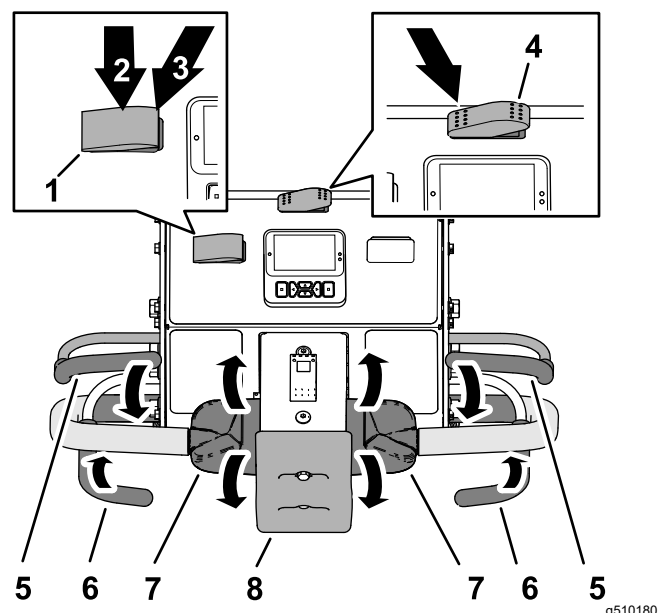

Figure 75
1. Placez la commande de transport/aération à la position AÉRATION (Figure 75).